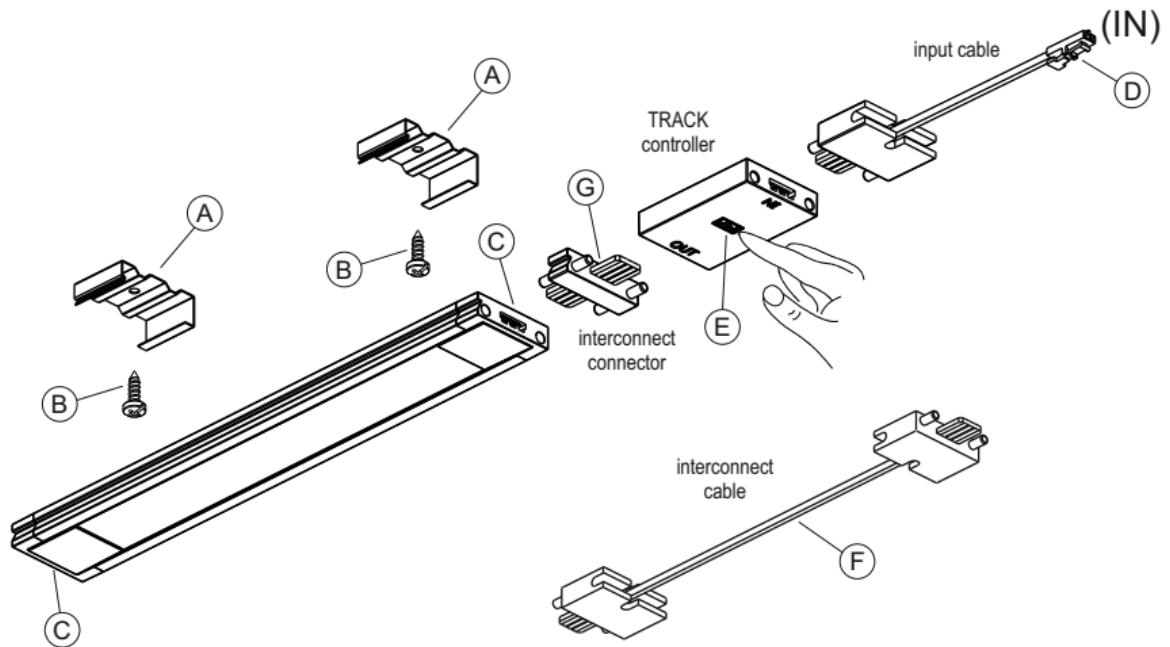

Fig 1
- Fix the clips (A) to the installation surface using the screws (B) supplied in the package as shown in figure 1.
- Connect the power supply cable (D) to the **TRACK controller** or to the input connector (C) of the **TRACK** then attach the profile to the clips (A) fixed to the installation surface.
- Connect the power supply cable (D) to the **TRACK controller** or directly to the power supply connector (C) of the lighting profile.
- If necessary, use the appropriate extension cables (F) or interconnection connectors (G) for continuous row
- Finally, attach the profile to the clips (A) fixed to the installation surface.
- Fixer les clips (A) sur la surface de montage à l'aide des vis (B) fournies comme le montre la figure 1.
- Brancher le câble d'alimentation (D) au **TRACK controller** ou au connecteur d'entrée (C) du **TRACK**, puis accrocher le profilé aux clips (A) fixés sur la surface de montage.
- Brancher le câble d'alimentation (D) au **TRACK controller** ou bien directement au connecteur d'alimentation (C) du profilé lumineux.
- Si nécessaire, utiliser les rallonges appropriées (F) ou les connecteurs(G) d'interconnexion pour ligne continue
- Accrocher enfin le profilé aux clips (A) fixés sur la surface de montage.